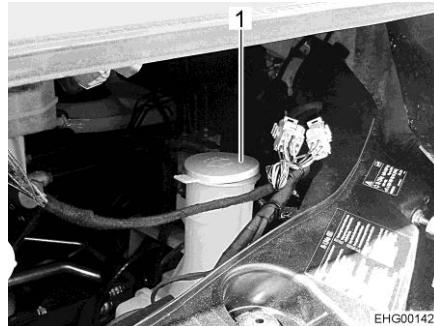

Fig. 38 Bocchettone di riempimento (contenitore dell'acqua di lavaggio)
- Rimuovere il coperchio (Fig. 38,1) del bocchettone di riempimento del contenitore dell'acqua di lavaggio.
- Premere il coperchio (Fig. 38,1) sul bocchettone di riempimento del contenitore dell'acqua di lavaggio.